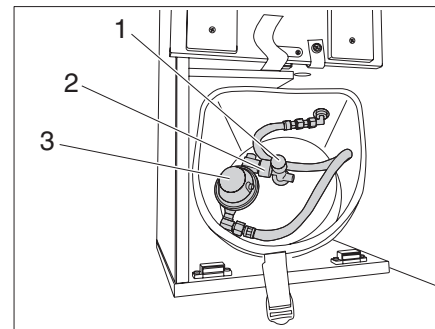

Bild 60 Anslutning gasflaska
- Huvudspärrventilen (Bild 60,1) på gasflaskan stängs. Beakta pilriktningen.
- Håll fast gastryckregulatorn (Bild 60,3) och lossa muttern (Bild 60,2) (vänstergånga).
- Sätt gastryckregulatorn (Bild 60,3) med gasslangen mot gassflaskan och drag åt muttern (Bild 60,2) per hand (vänstergånga).